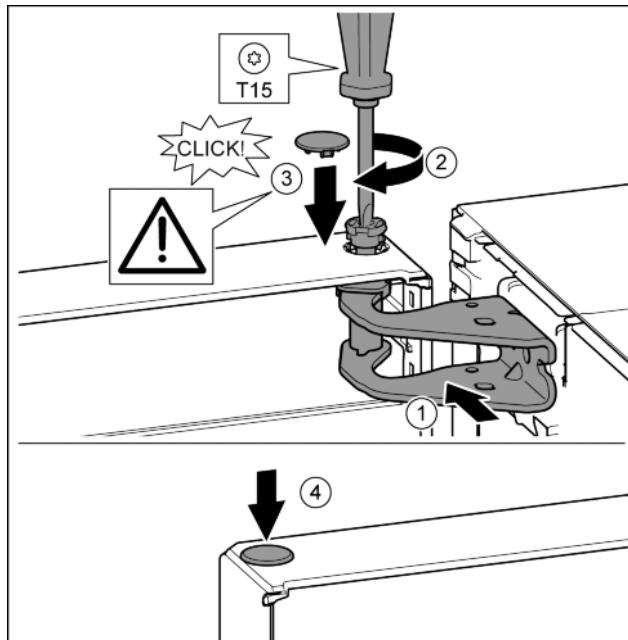

Fig. 22
- Вирівняйте дверцята зверху по отвору в опорному кронштейні. Fig. 22 (1)
- Вставте палець та закрутіть за допомогою викрутки T15. Fig. 22 (2)
- Встановіть захисну кришку для захисту дверцят: вставте захисну кришку і проконтролюйте, щоб вона прилягала до дверцят. Якщо це не так, повністю вставте палець. Fig. 22 (3)
- Вставте пробку. Fig. 22 (4)